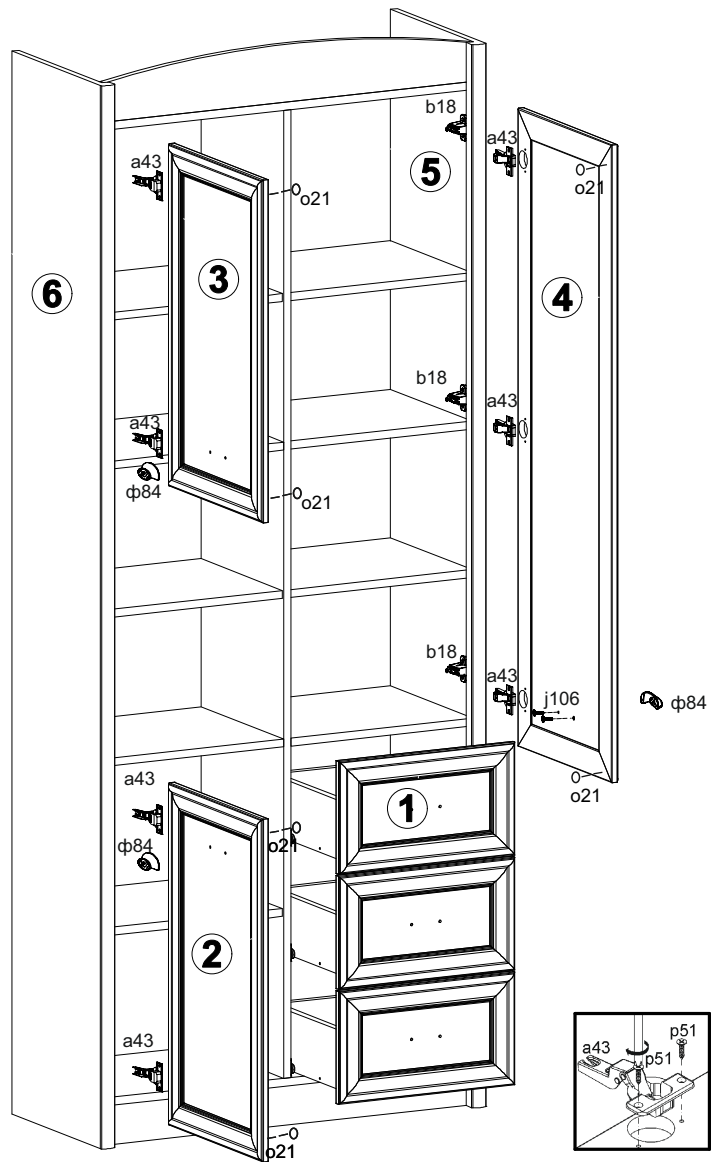

Рисунок 8
26. Навесить двери **2, 3, 4** на корпус шкафа, совместив петли шарнирные **a43** с ответными планками петель **b18**. При необходимости отрегулировать положение дверей, вращая регулировочные винты (**см. рис.8**).
27. В отверстие $\varnothing 5$ мм на внутренней поверхности дверей **2, 3, 4** вставить винт **j106**, снаружи совместить ручку **ф84** с резьбой винта и завернуть винт, удерживая ручку; прикрепить силиконовые отбойники **o21** (**см. рис. 8**).
26. Положить двери 2, 3, 4 фасадной поверхностью вниз на ровную поверхность и закрепить на них петли шарнирные a43 шурупами p51 (см. рис. 8).